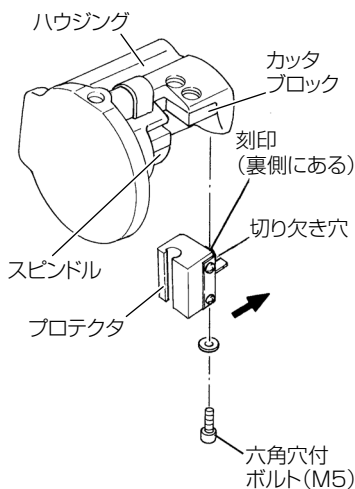

図 13
- (1) ハウジングに付着しているゴミや汚れを布などで拭き取ります。
- (2) プロテクタは刻印側を上 (ハウジングのカッタブロック側) にして切欠き穴とハウジングの六角穴付ボルト (M5) を合わせ、図 13 の矢印方向に押し込みながら六角穴付ボルト (M5) で固定します。(図 13)
- (3) 六角穴付ボルト (M5) を六角棒スパナ (M5 用) で十分締付けます。